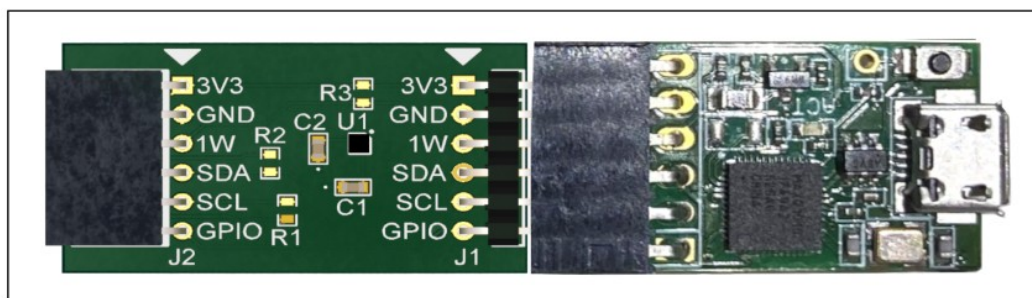

Figure 6. DS9481P-300# and DS28E30 PCB Interface Board
7. Connect the DS28E30 Interface PCB board into the DS9481P-300# (Figure 6).